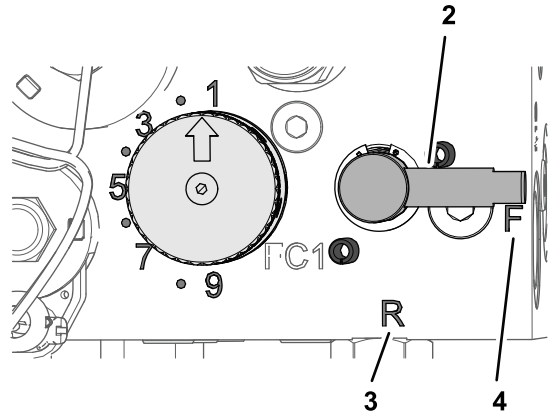

图 66
4. 将倒磨控制杆转至 反转 (R) 位置图 66。
5. 将滚刀速度旋钮旋转至设置 1 图 66。